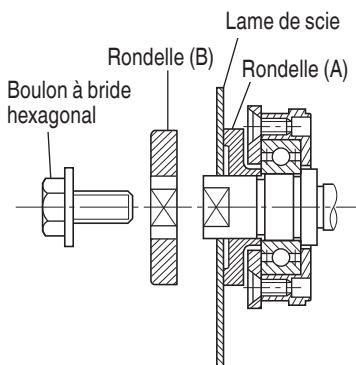

Fig. 12
- Montage de la lame (Fig. 12)
- Pour monter la lame, les côtés concaves des deux rondelles (A) et (B) doivent rentrer dans les côtés de la lame. Monter la lame sur l'axe, puis fixer la rondelle (B). (Voir Fig. 12)